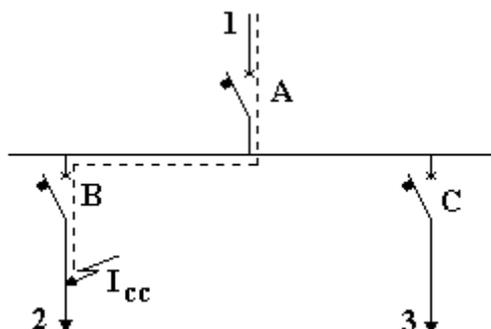

Fig. 1 - Distribuzione radiale. Collegamento in cascata degli interruttori
In pratica la protezione selettiva fra due interruttori A e B, disposti in serie in una distribuzione radiale (fig. 1), si realizza quando per un guasto nella condotta a valle (per esempio la 2) interviene solo l'interruttore B immediatamente a monte del punto di guasto, mentre l'interruttore A (seppur interessato dalla corrente di guasto) non interviene, consentendo così il regolare funzionamento della condotta a monte 1 e di conseguenza di tutte le altre condutture a valle non interessate dal guasto (come per esempio la 3).
- La selettività è totale se si apre solo l'interruttore a valle B, interessato al guasto (fig. 1), per tutti i valori di corrente inferiori o uguali alla massima corrente di corto circuito presunta nel punto di installazione dell'interruttore stesso.
- La selettività è parziale se si apre solo l'interruttore a valle B (fig. 1) per un valore di corrente di corto circuito inferiore a quello massimo presunto nel punto in cui è installato, mentre per valori superiori si ha l'intervento simultaneo sia di A che di B.